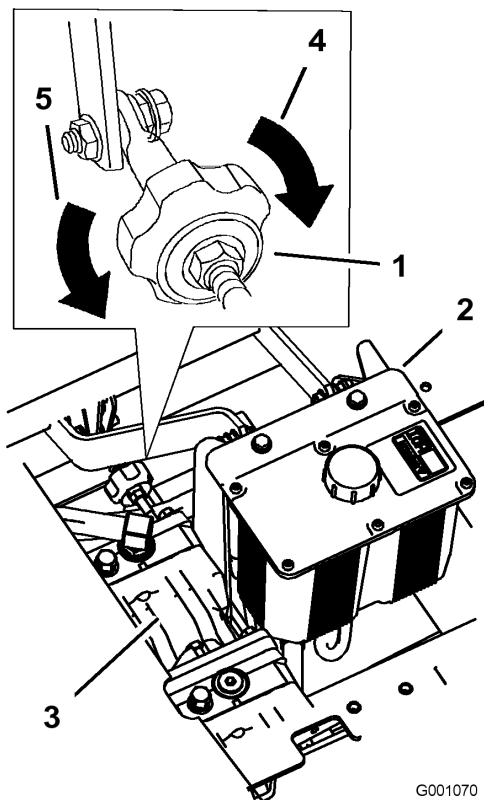

Figura 68
2. Ajuste la longitud de la varilla de la bomba girando el pomo, en el sentido apropiado, hasta que la rueda quede estacionaria o se mueva muy lentamente en marcha atrás (Figura 68).